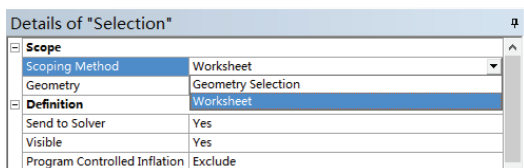

图 7-54 设置 Selection 对象
2) 选择 Named Selections 项, 单击工具栏中的 Named Selection, 创建 Selection 对象。此时, 设置细节窗口中的 Scope Method 为 Worksheet, 如图 7-54 所示。